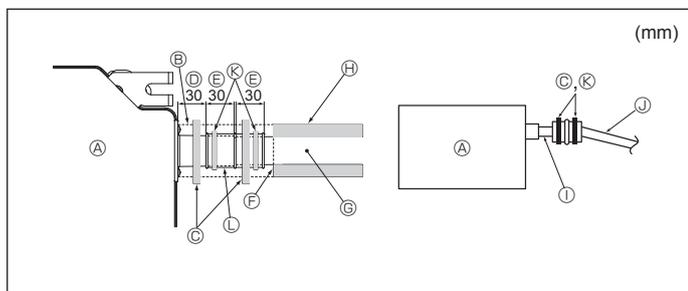

Fig. 3-2
1. Die Ablassmuffe (mit der Anlage geliefert) an den Dränageauslass anschließen. (Fig. 3-2)